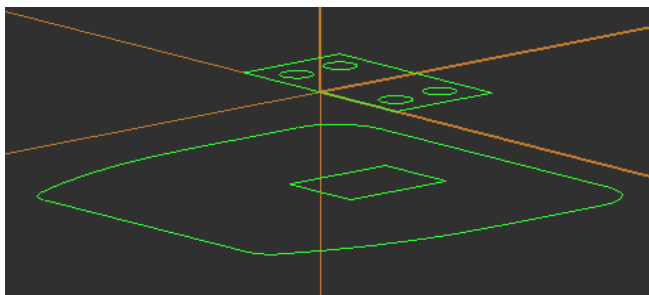
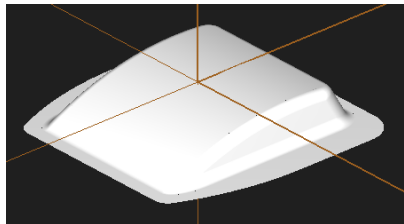

图 7-17 步骤 1)～5) 模型
图 7-21 步骤 1) 加工曲面
- 5) 设定新的作图深度 Z0，以原点为抓点方式作矩形  $40 \times 22$ ，点的位置选择“中下”，分别以 X-13 Y6、X-13 Y16、X13 Y6、X13 Y16 为圆心作圆  $\phi 6$ 。将步骤 1)～5) 的图形放在第 1 层，取层名为 line1，如图 7-17 所示。
1) 新建操作群组 D12, 选择“曲面粗加工—挖槽”, 从刀库中选择 $\phi 12$ 平刀, 在“刀具参数”选项卡中输入进给率: 1500、下刀速率: 750、提刀速率: 2000、主轴转速: 2000, 勾选: 喷油; 在“曲面加工参数”选项卡中输入参考高度: 30、进给下刀位置: 3, 点选“增量坐标”, 勾选“快速提刀”, 图形选择如图 7-21 所示, 切削范围选择图 7-17 所示的底面外轮廓, 设定加工的曲面/实体预留量: 0.2, 刀具的切削范围点选“外”; 在“粗加工参数”选项卡, 输入 Z 轴最大进给量: 0.5, 勾选“切削范围外下刀”, 其余默认; 在“挖槽参数”选项卡, 选择“等距环切”, 设定切削间距为 75%, 其余默认。
3) 选择“外形铣削”, 继续选择 $\phi 12$ 平刀, 图形选择图 7-17 所示的底面外轮廓, 刀具参数、参考高度和进给下刀位置等均同步骤 1), 工件表面: -13, 深度: -18, XY 方向预留量: 0.2, Z 方向预留量: 0, 补正方向: 右, 勾选“Z 轴分层铣深”, 设定最大粗切深度: 1.0, 勾选“不提刀”, 其余默认, 如图 7-23 所示。